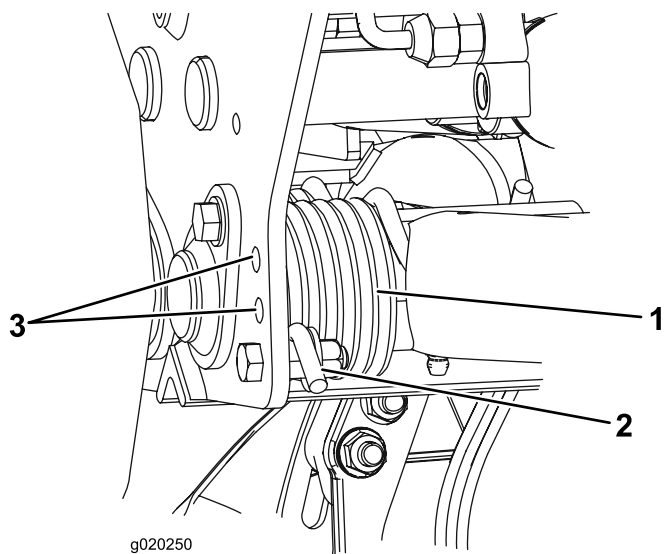

Figura 35
2. Infilate un tubo o un oggetto simile sull'estremità della molla lunga al fine di allentare la tensione della molla durante la messa a punto (Figura 35).
3. Mentre allentate la tensione della molla, togliete il bullone e il dado di bloccaggio che fissano l'attuatore della molla alla staffa (Figura 35).